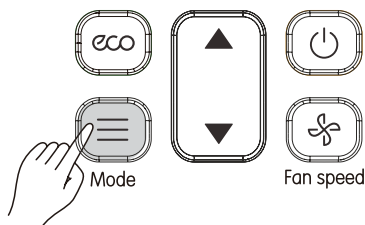

Рисунок 3.4
1. Нажмите  (см. Рис. 3.4). Экран дисплея отображает режим работы;